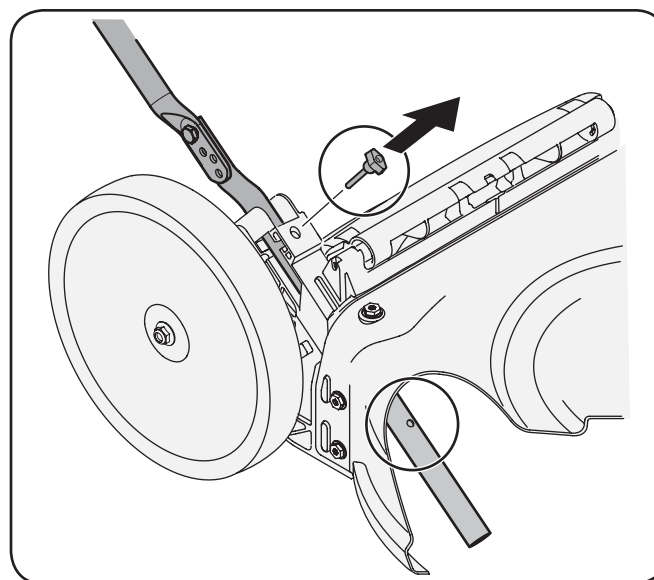

Figura 3-3
- a. Tire hacia arriba en el asa hasta agujeros en la manija (que se muestra en la figura. 3-3 corte de la cubierta) se alinean con los agujeros en el mango soporte. Vea la fig. 3-4.